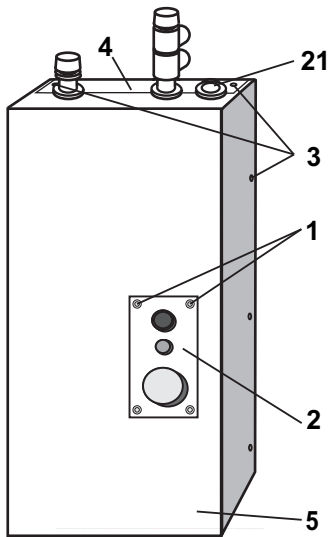

Рисунок 1
Рисунок 1а
Рисунок 1б
4.1 Для подключения водонагревателя и ремонтно-профилактических работ необходимо снять кожух согласно рис.1, 1а, 1б. Для этого следует утопить надавливанием до щелчка центральные части крепежных клипс (1) и извлечь их, извлечь панель управления (2) из окна, развернуть ее перпендикулярно прибору (см. рис. 1а) и ввести её через проём во внутренний объём прибора, наклоняя влево-вправо по мере опускания (см. рис 1б). После этого отвернуть самонарезающие винты (3) с брызгозащитной панели (4) и снять ее. Отвернуть самонарезающие винты (3) с боковых поверхностей кожуха (5) и снять кожух.
4.7 Для предотвращения попадания брызг на клеммник подключение питающего кабеля осуществляется через гермоввод (уплотнительную манжету) (21) (рис. 1). На патрубках также установлены уплотнительные манжеты.